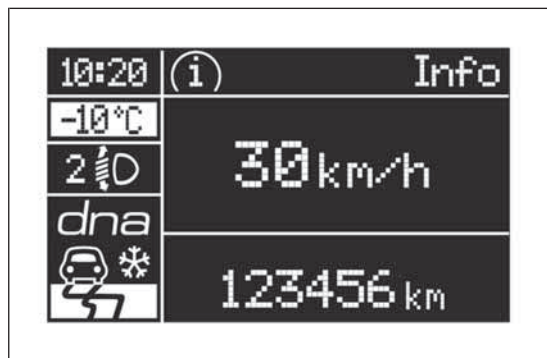

fig. 76
- ☐ **Modalidad All Weather** fig. 76